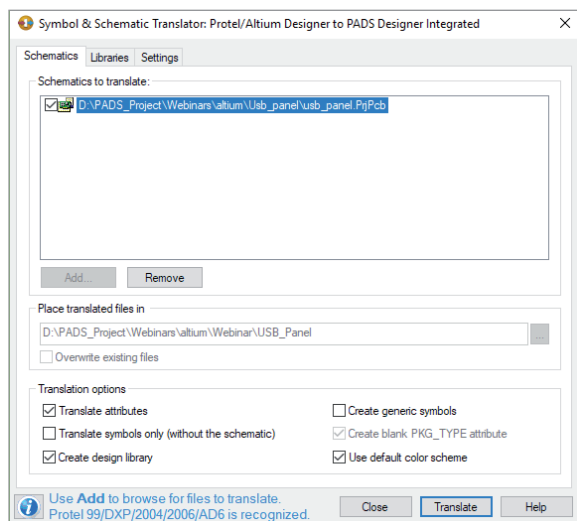

Рис. 15
5. В открывшемся окне на вкладке *Schematics* нажимаем кнопку *Add* и указываем путь к схемному проекту Altium с расширением *.PrjPcb либо *.SchDoc (рис. 15). Если у вас есть файл *.PrjPcb — это намного лучше, так как он содержит в себе все листы схемы, связанные с данным проектом. Если же нет, то нужно будет по очереди транслировать все листы с расширением *.SchDoc.